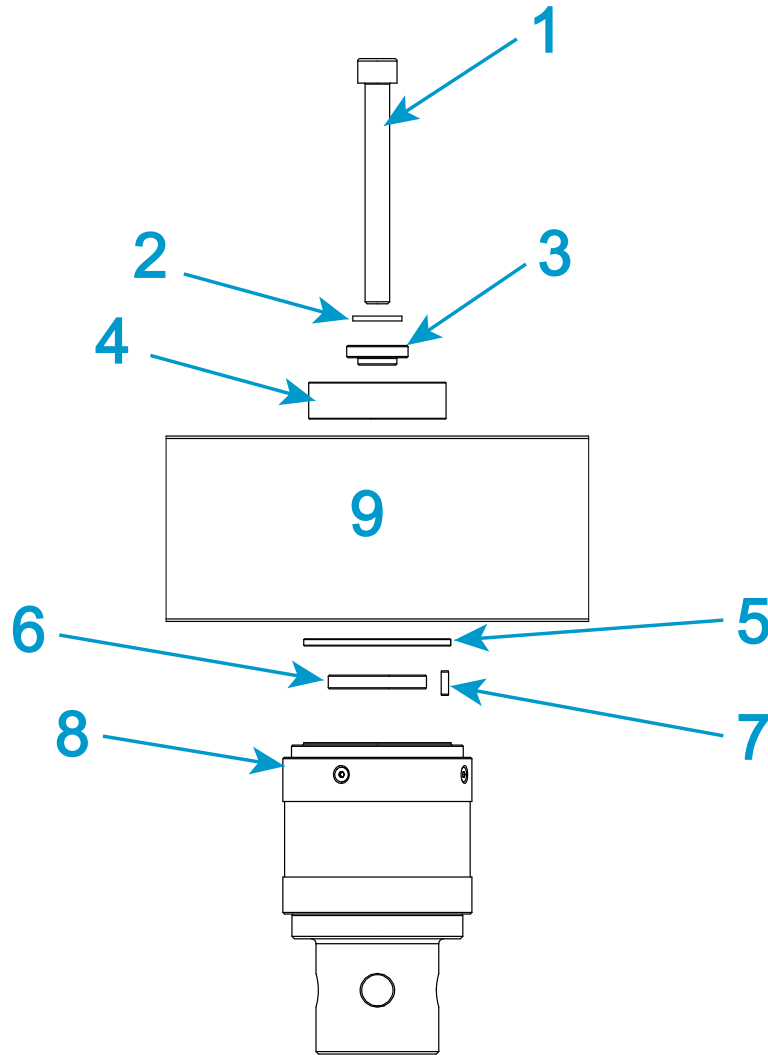

Abbildung 24. Einen Kraftaufnehmer der Serie 2580 installieren – Nennkräfte 500 N bis 5 kN
Legende für Abbildung 24
1. Weitere Informationen finden Sie unter Abbildung 24 und in der zugehörigen Tabelle. Stellen Sie außerdem die richtigen Montageteile zusammen.
2. Installieren Sie die Teile, die in Abbildung 24 dargestellt werden und setzen Sie diese in die obere zentrale Bohrung der Traverse ein.